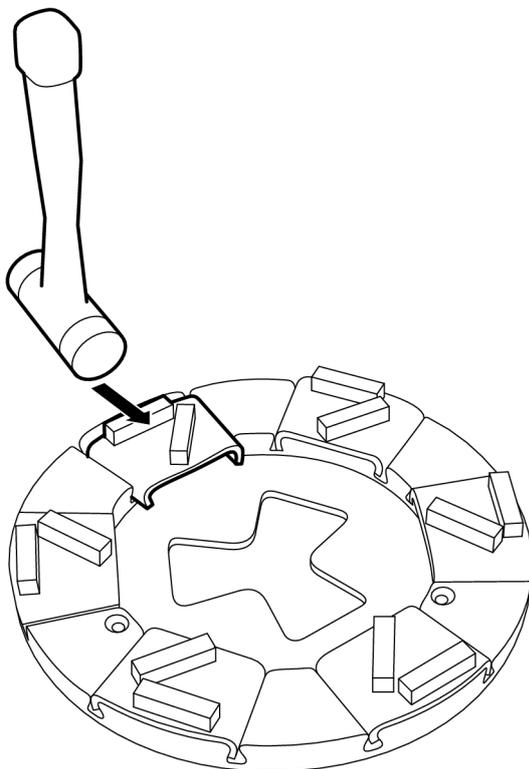

Figure 4-14. Dégager l'outil de ponçage
1. Libérez l'outil de ponçage en frappant légèrement dessus avec un maillet en caoutchouc de manière à faire lâcher la retenue, voir Figure 4-14, page 24. Dégagez ensuite l'outil de la rainure de guidage.